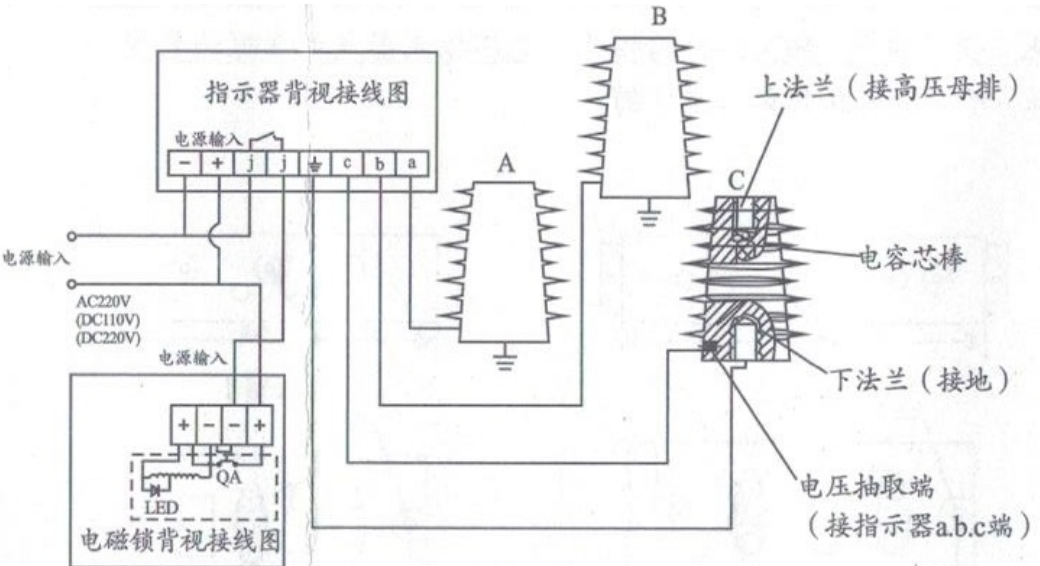

图9
Q型电压指示器:不但具有T型全部功能，还可以达到:当三相高压母线中，任何一相电压达到额定相电压的65%-100%时，电子线路控制继电器输出接点J打开，处于强制闭锁状态;(背视接线图中3、4或K1、K2端子)。当三相均不带电，①二次电源正常,输出接点闭合，处于解锁状态;②二次电源断开，输出接点打开，处于保护闭锁状态，达到强制闭锁功能(接线图详见图9)。工作状态详见表二。